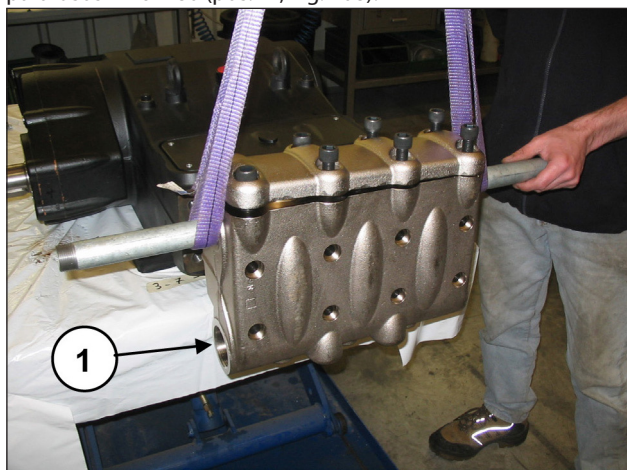
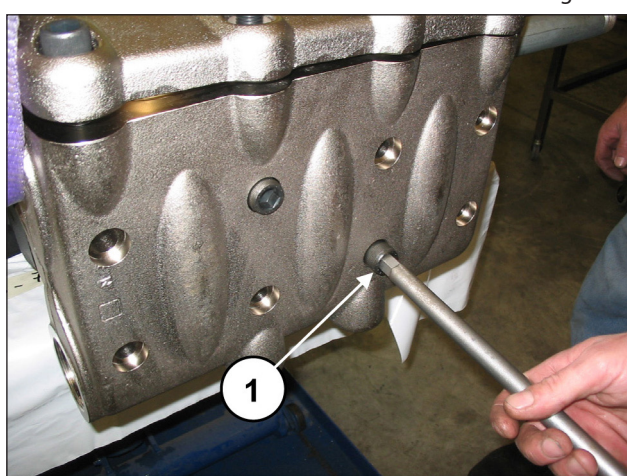

Fig. 107
Fig. 108
Monte o cabeçote no carter da bomba (pos. ①, Fig. 107), prestando atenção para não bater nos pistões e solte os oito parafusos M16x180 (pos. ①, Fig. 108).
Aperte os oito parafusos M16x180, começando pelos quatro parafusos internos, de modo transversal (ver Fig. 107), para depois prosseguir com os quatro parafusos externos, sempre apertando de modo transversal